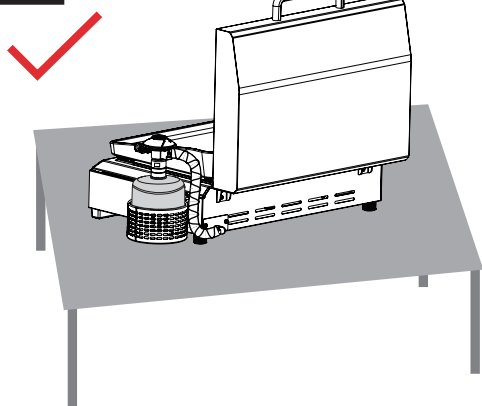

Fig. 3
- Fermez les vannes du détendeur et de la plancha en tournant les boutons de commande dans le sens des aiguilles d'une montre (Fig. 3).